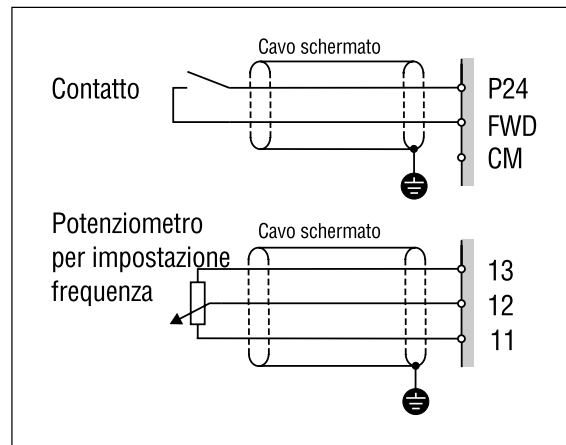

Fig. 9.3.2 Disposizione dei cavi schermati
(2) Cablaggio del circuito di comando
- ① Usare cavi schermati con una sezione pari a $0,75 \text{ mm}^2$.
- ② I collegamenti per il circuito di comando devono essere eseguiti a distanza dal circuito di corrente di carico e dai collegamenti esterni. Se non è possibile impedire intersezioni fra il circuito di comando e le altre linee, disporle in modo tale da risultare perpendicolari l'una rispetto all'altra. Se vengono usati cavi lunghi, essi devono essere schermati.
- ③ Collegare a terra un estremo dello schermo dei cavi schermati (come mostrato in fig. 9.3.2)
- ④ I cavi di connessione del circuito di controllo, nel loro percorso, non devono mai venire a contatto diretto con i morsetti del circuito di alimentazione.